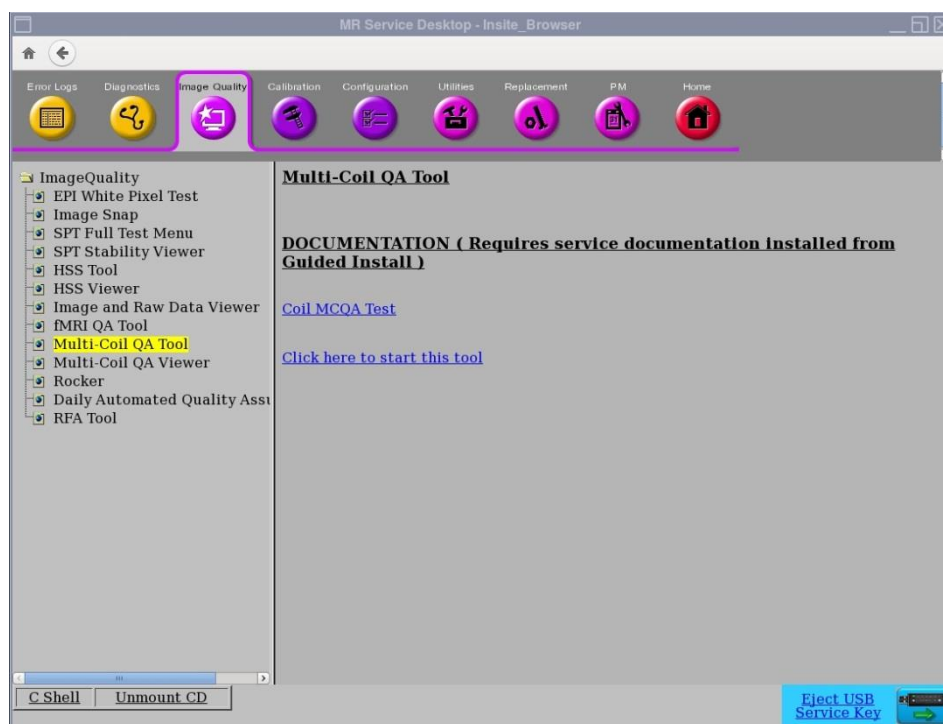

图1
1. 从Common Service Desktop (CSD)（通用服务桌面(CSD)），转到Service Browser（服务浏览器），选择[Image Quality（影像质量）]“Multi-Coil QA Tool（多线圈QA工具）”，然后选择“Click here to start this tool（单击此处开始使用此工具）”，如图1所示。